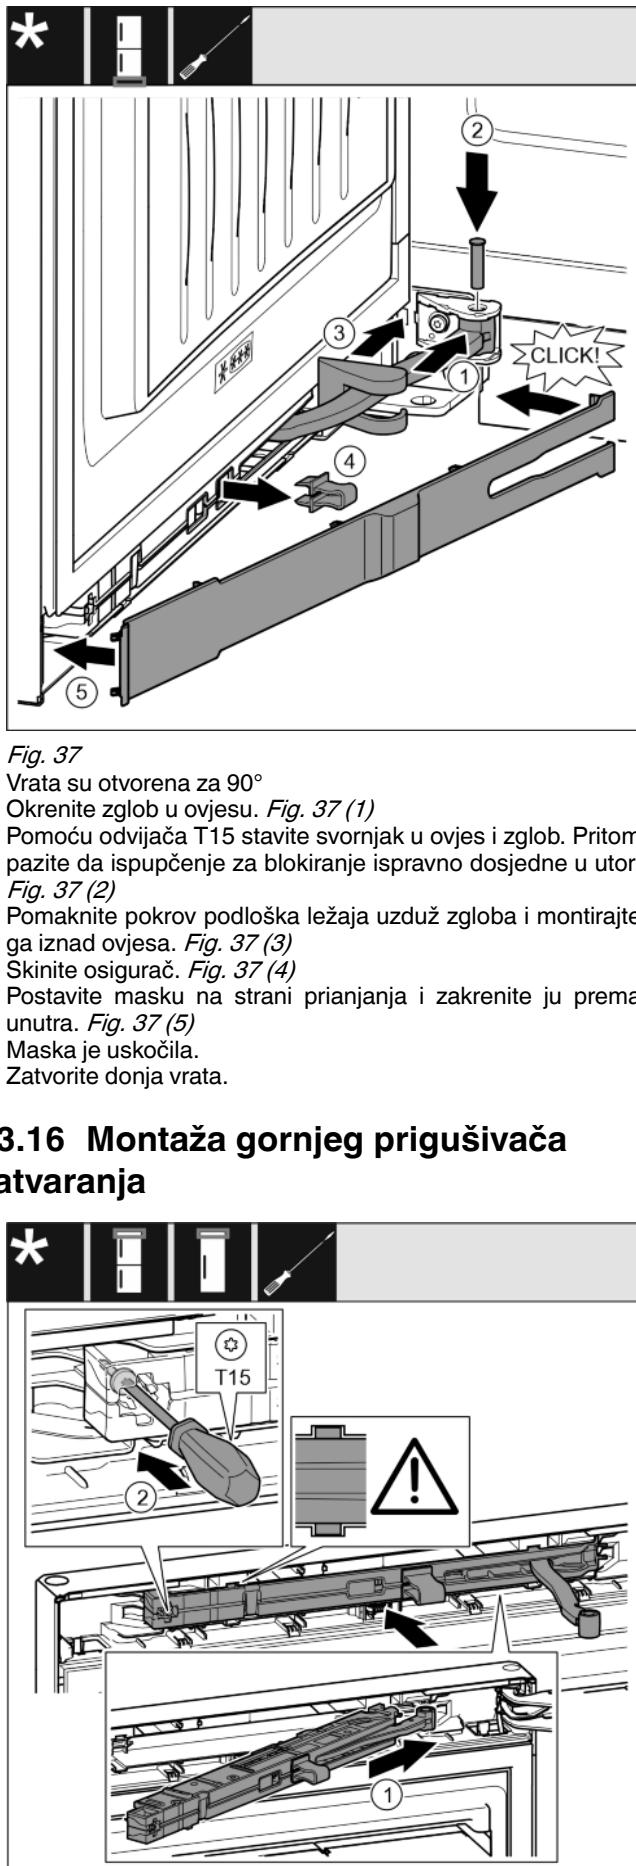

Fig. 38
- ▶ Gurnite jedinicu prigušivača zatvaranja na strani podloška ležaja do graničnika koso u otvor. Fig. 38 (1)